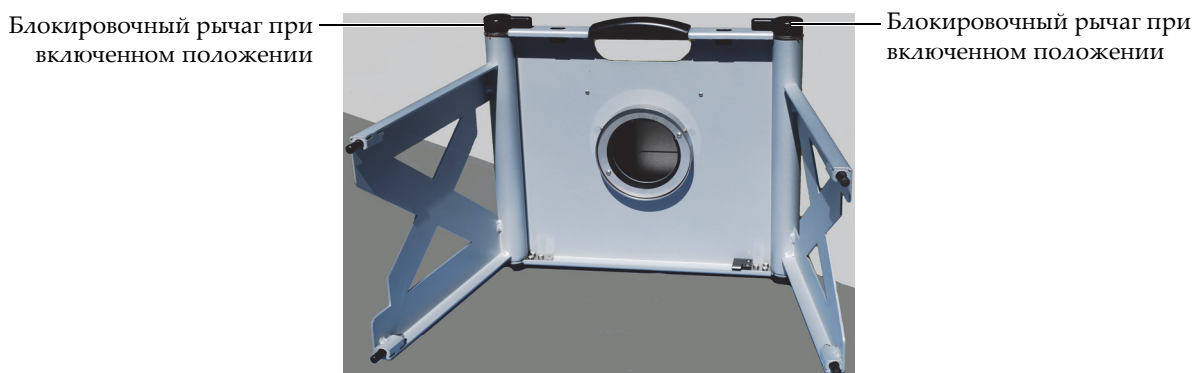

Рис. 4-2 Ножки, зафиксированные в одном положении
4. Зафиксируйте ножки на месте при помощи двух блокировочных рычагов (см. Рис. 4-2 на стр. 7).